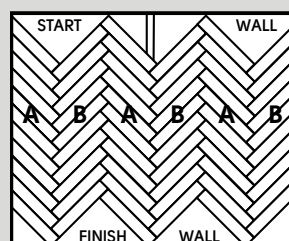

Figure. 8
9. Continuez la pose des lames « B ». Faites la même chose de l'autre côté de la rangée des lames « B » initiales avec des lames « A ». Terminez la pose, en utilisant la même méthode tout en maintenant en place les cales de dilatation et en faisant attention à ce que le motif reste bien d'équerre (Figure 8).